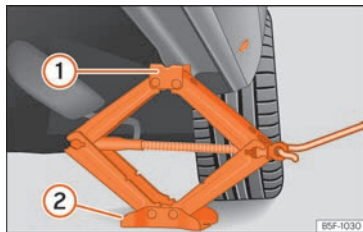

Abb. 255 Längsholm: Wagenheber ansetzen.
- Drehen Sie die Kurbel des unter dem Aufnahmepunkt des Längsträgers befindlichen Wagenhebers, bis sich die Nase ① »» (Abb. 255) unter der vorgesehenen Einführung befindet.
- Richten Sie den Wagenheber so aus, dass sein Aufnahmehorn ① in die dafür vorgesehene Aufnahme am Längsträger „greift“ und die bewegliche Grundplatte ② plan auf dem Boden aufliegt. Die Bodenplatte ② muss sich dabei senkrecht unter dem Aufnahmepunkt ① befinden.